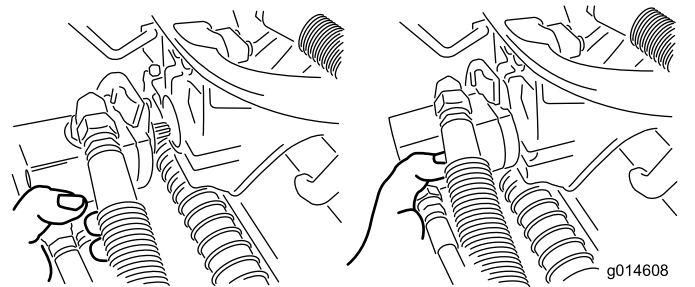

Figura 49
- Mueva el motor al lugar de almacenamiento en la parte delantera del brazo de suspensión (Figura 49).